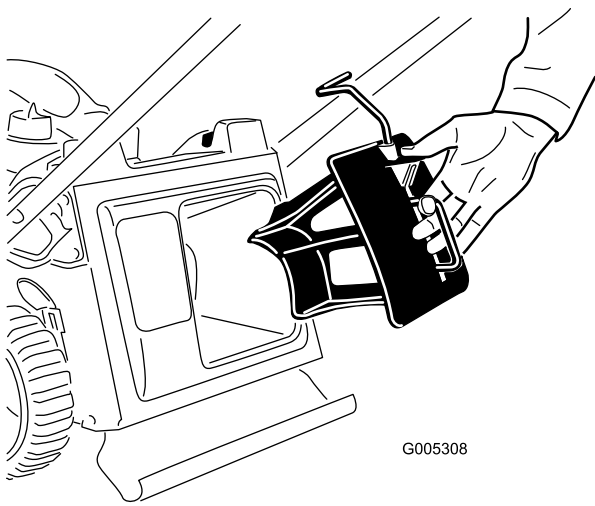

Bild 8
1. Setzen Sie den Mulchverschluss in die Maschine ein, wenn er nicht schon eingesetzt ist (**Bild 8**).